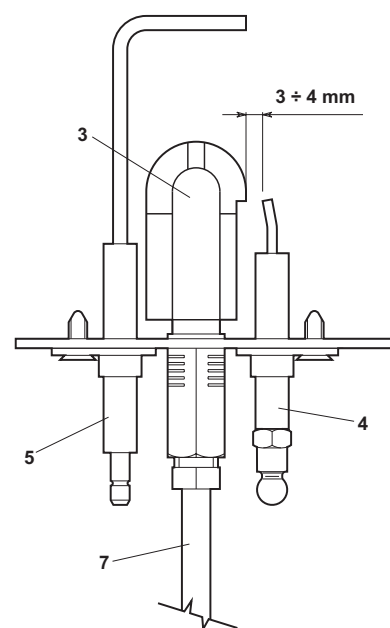

fig. 14
- Los electrodos no presenten incrustaciones y estén bien colocados (véase fig. 14).